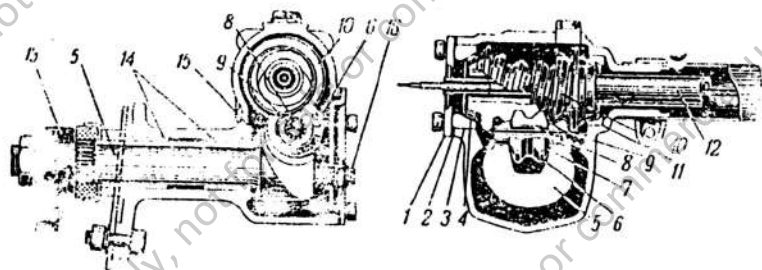

Рис. 48. Рулевой механизм.
Рулевой механизм состоит из глобоидального червяка и находящегося с ним в зацеплении двойного ролика (рис. 48).
Н вал 9 (рис. 48), запрессованной в головке вала 5, вращается на игольчатом подшипнике 8 ролик 6. На другом конце вала 5, на мелких шлицах, посажена сошка 13.
2. Положить руку на верхнюю избышку сошки, касаясь конца трубы картера, выходящей из рамы; если при легком покачивании рулевого колеса в ту и другую сторону будет ощущаться осевая «игра» вала сошки, ее уничтожают подворачиванием бронзового винта 16 (рис. 48).
6. Снять боковую крышку, вынуть вал сошки вместе с толстой упорной шайбой и всеми прокладками 15 (рис. 48).